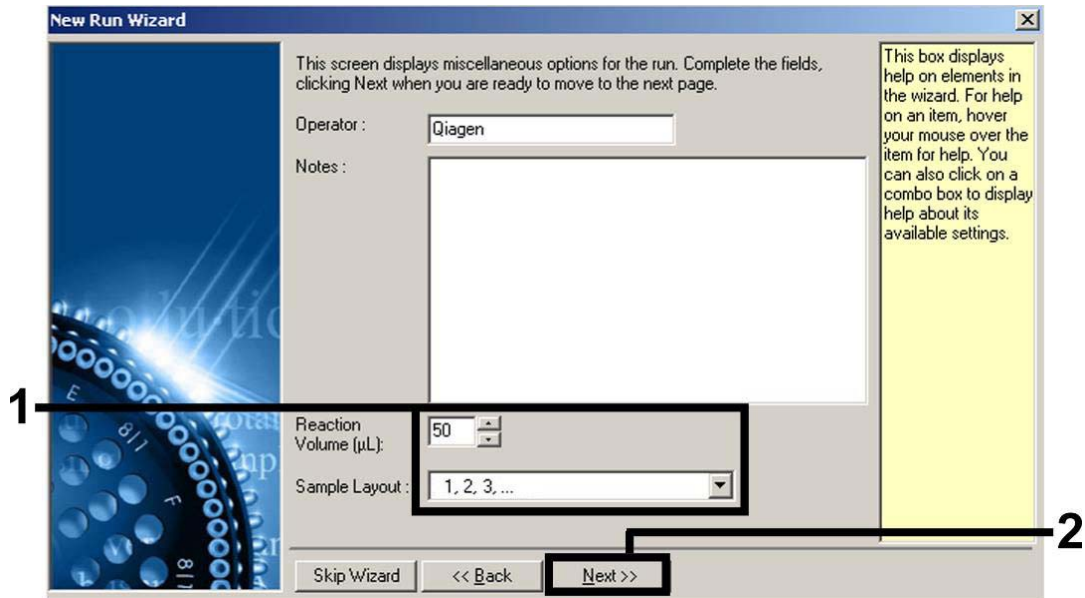

Figura 2. Impostazione dei parametri generali del test.
7. Selezionare 50 per il volume di reazione PCR e cliccare su "Next" (Figura 2).